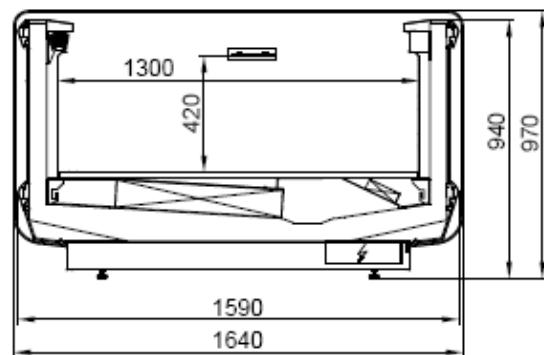

Рисунок 1. Витрина ТОПАЗ
- «ТОПАЗ» - бонета шириной 1640мм (глубина выкладки 1300мм), выполненная под выносную систему хладообеспечения, типоразмеров - 250, 375 (рисунок 1);